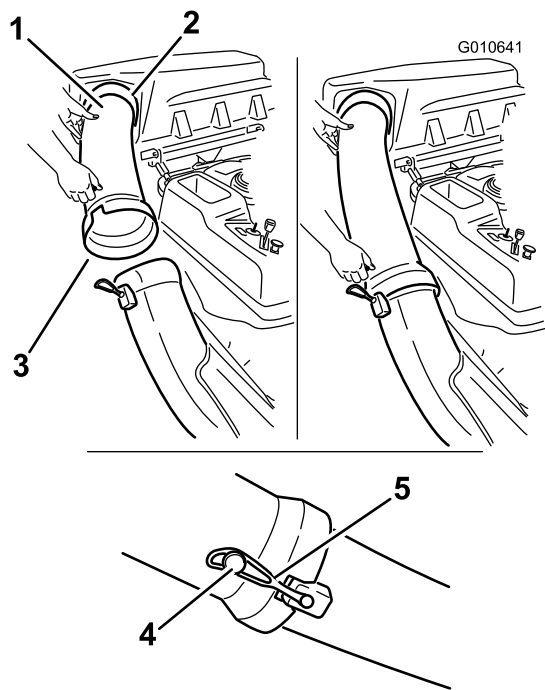

Figura 23
1. Introduzca el extremo curvo del tubo de descarga en el orificio de la tapa del ensacador (Figura 23).
- Coloque el extremo abocinado del tubo de descarga sobre el extremo del conducto. Enganche la correa de goma del conducto alrededor de la clavija del tubo de descarga (Figura 23).